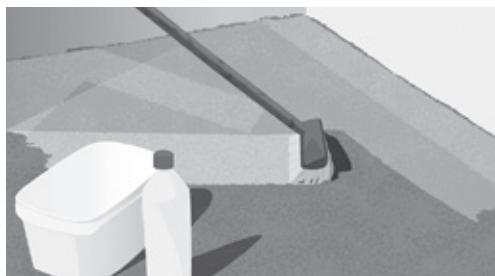

Bild 4. Rengör och grunda golvet
7. Fyll ditt golv med lämplig primer (bild 4).